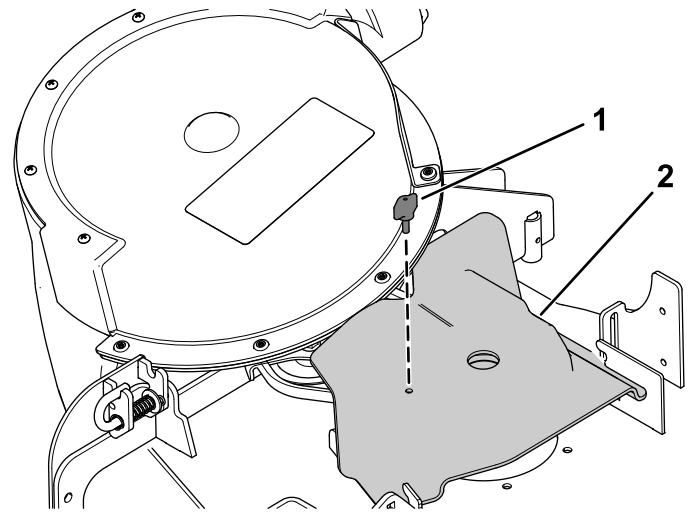

Bild 22
2. Setzen Sie die Gebläseriemenabdeckung auf den Gebläseriemen und befestigen sie mit dem Handrad (Bild 22).